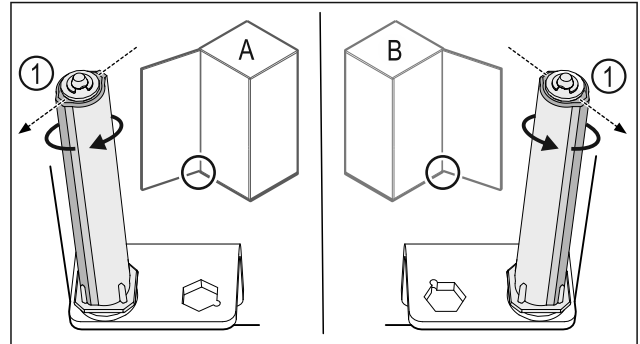

Fig. 35 Ovi avautuu vasemmalle (A) / ovi avautuu oikealle (B)
- Kierrä sulkuyksikköä vastusta vasten niin pitkälle, että sulkujärjestelmän porras Fig. 35 (1) osoittaa ulospäin.